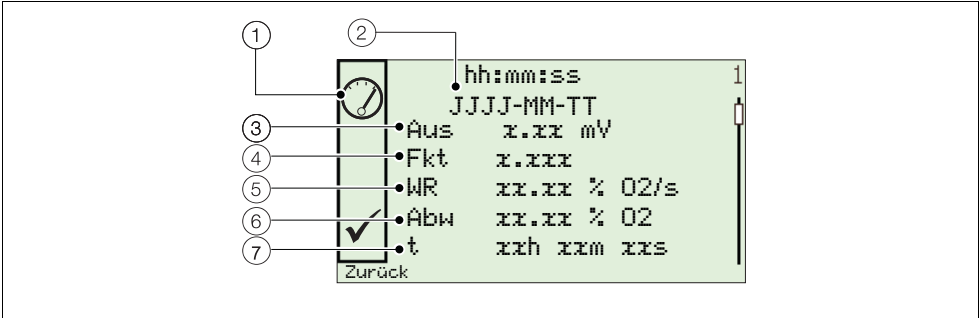

Abb. 9.2 Übliches Leistungsprotokoll und Leistungscodestructur
Wird das *Leistungs-Prot.* ausgewählt, zeigt ein Symbol (① in Abb. 9.2) auf der linken Seite der Anzeige eine erfolgreiche oder fehlgeschlagene Kalibrierung oder Genauigkeitsprüfung sowie die Installation einer neuen Messsonde/Zelle an. Die Symboltypen werden in der Tabelle 9.6 erläutert: